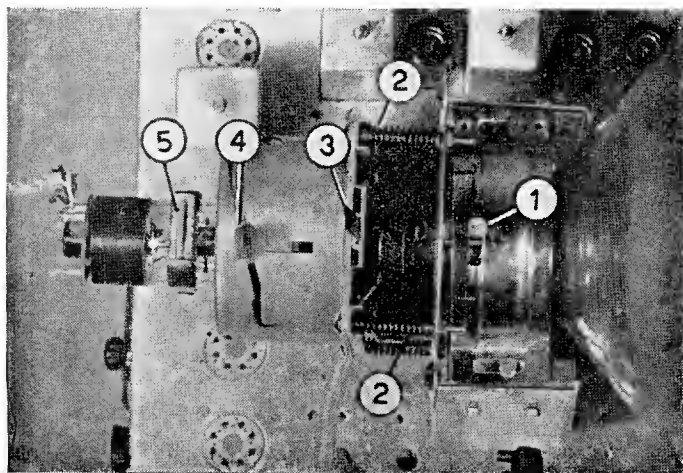

Fig. 47 - Veduta dall'alto dell'assieme relativo al giogo-focalizzazione:
Fig. 49 - (sotto) Veduta posteriore del televisore montato. La figura indica in particolare, ai numeri (1) e (2) la leva del centratore e del focalizzatore rispettivamente; riguardo quest'ultimo si veda quanto è stato detto alle figure 47 e 48. Ai numeri (3) e (4) corrispondono le regolazioni di linearità e ampiezza orizzontale rispettivamente.